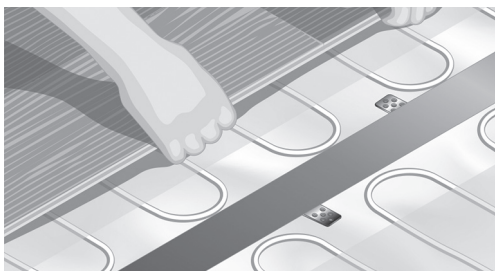

Рис. 10. Укладка пола
11. Укладка пола (рис. 10). Проверьте наличие участков, которые не покрыты нагревательным матом. Чтобы обеспечить опору настила, эти участки необходимо накрыть материалом, соответствующим толщине нагревательного мата. Подойдет картон толщиной 2 мм или аналогичный материал.
Перед укладкой пола установите напольный датчик в соответствующем кабелепроводе. При укладке пола возможна любая ориентация нагревательного мата, но наилучший результат достигается при ориентации, указанной на рис. 10. Пол следует устанавливать без фиксации непосредственно на нагревательный мат. На задней стороне пола не должно быть металлических фиксаторов, поскольку они могут привести к неисправности нагревательного мата.